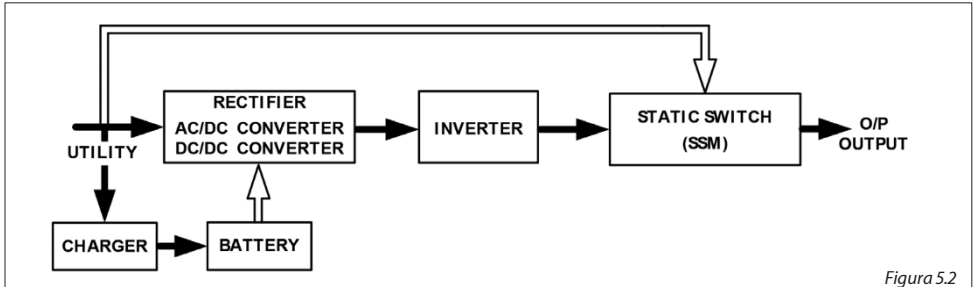

Figura 5.2
2. Când rețeaua revine la normal, SAI se aprinde în modul CA/CC, oprește convertorul CC/CC și activează încărcătorul de baterii în modul de reîncărcare. SAI revine la starea reprezentată în figura 5.2.
4. UPS-ul repornește automat imediat ce rețeaua este din nou disponibilă, așa cum se indică în figura 5.2.